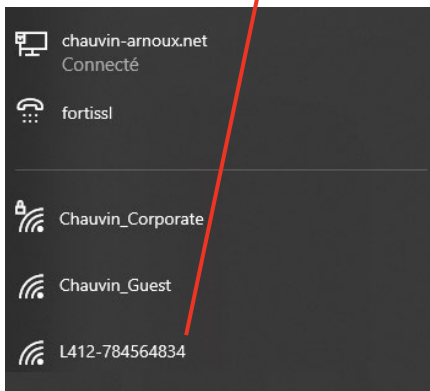

Figure 11
- Connectez le PC au router comme expliqué Figure 11.